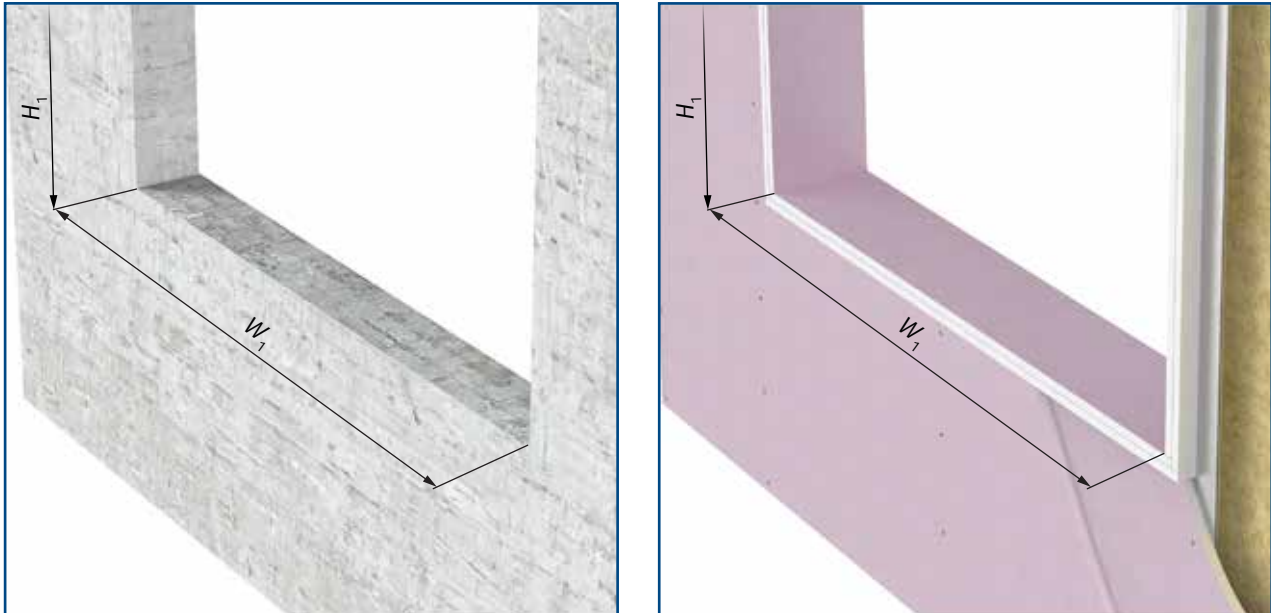

Fig. 23: Informatie over voorbereiden van een sparing voor een rechthoekige brandklep IKSS-PKI met rechthoekige set
Voor rechthoekige brandkleppen moeten de afmetingen van de sparing overeenkomen met $B_1 \times H_1$ (see Fig. 23).
3. Voor IKRS-PKI en IKSS-PKI moet de sparing in de flexibele wand worden versterkt volgens de standaarden voor wanden van gipsplaten. De omtrek aan de binnenzijde moet worden bekleed met een dubbele laag gipsplaat van 12,5 mm dik (zie Fig. 20 en Fig. 23).